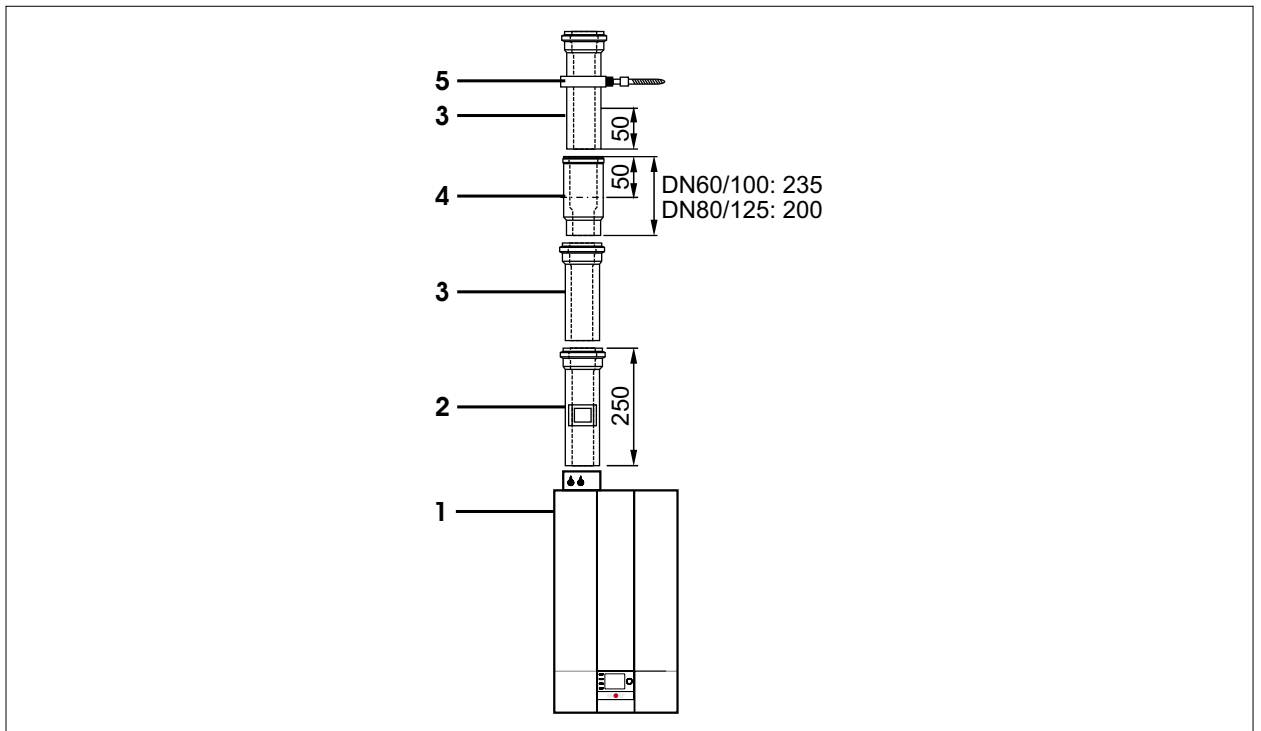

Abb. 5.9 Beispiel Luft-/Abgasführung [mm]
- ▶ Trennvorrichtung (6) ([Abb. 5.9 Beispiel Luft-/Abgasführung \[mm\]](#)) bis zum Anschlag in die